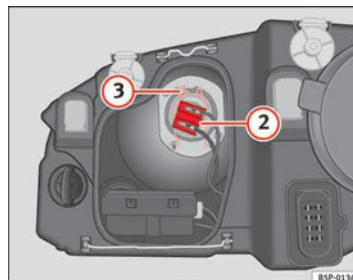

Fig. 184 Anabbaglianti
- Estrarre il connettore ⇒ fig. 184 ② della lampada.
- Sganciare la molla di ritegno ⇒ fig. 184 ③ premendo verso l'interno e a destra.